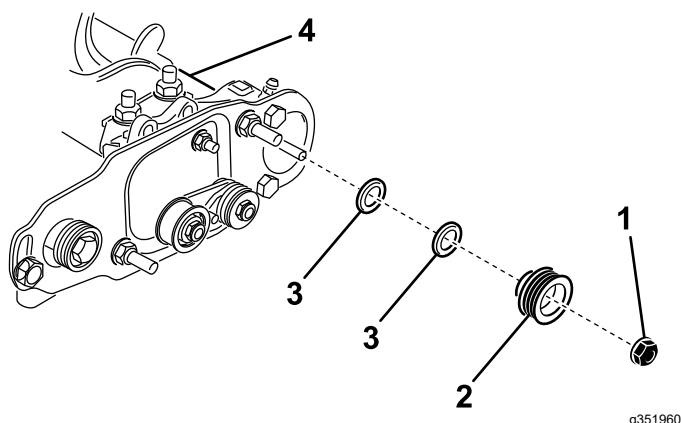

Figura 40
3. Togliete il dado di bloccaggio che fissa la puleggia condotta all'albero della spazzola (Figura 39 o Figura 40). Mettete una chiave dinamometrica da ½" sulle sezioni piane dell'albero della spazzola per impedirne una rotazione.
4. Rimuovete la puleggia condotta dall'albero (Figura 40).
5. Se occorre spostare in fuori la puleggia, aggiungete un distanziale dello spessore di 0,8 mm (Figura 40).